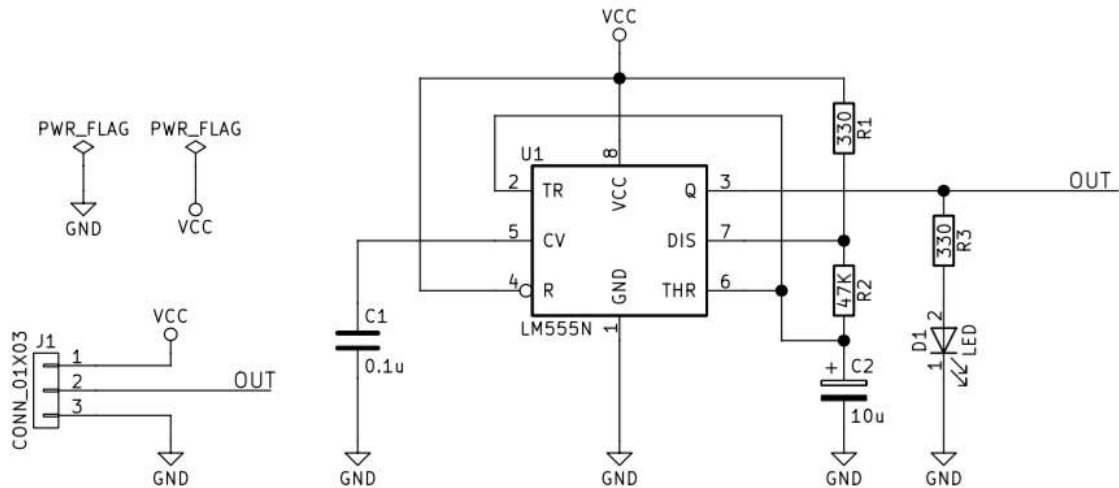

図 E-1
- ① 図 E-1 の演習回路を表面実装部品を用いて基板設計してください。
- ② 使用する部品コンポーネントは自分で決めてください。